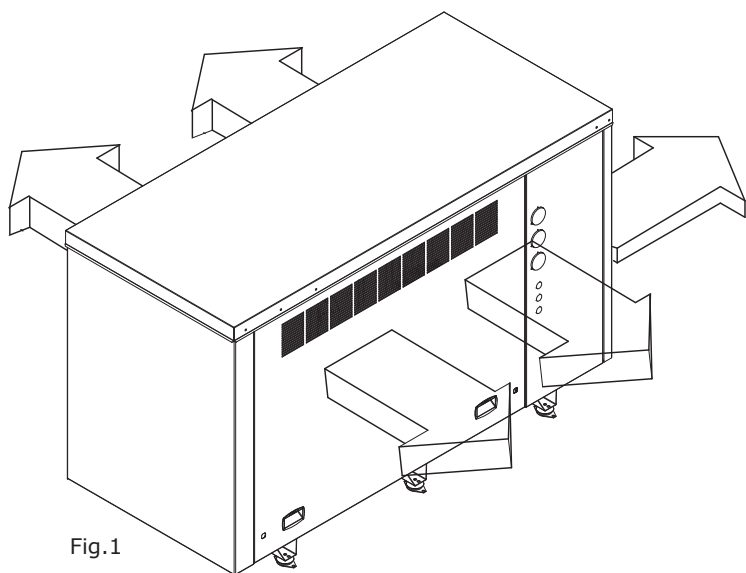

Fig.1
- Accertarsi che gli spazi circostanti le griglie per l'aspirazione ed espulsione dell'aria nella macchina non vengano in nessun modo ostruite o ridotte. Distanza minima 1000 mm. (Fig. 1 e Fig.2)